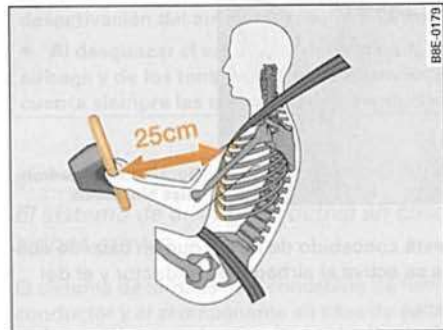

Fig. 176 Distancia de seguridad respecto al volante
- Es importante que el conductor y el acompañante guarden una distancia mínima de 25 cm con respecto al volante y al tablero de instrumentos, respectivamente $\Rightarrow$ fig. 176. Si no se mantiene la distancia mínima de seguridad, el sistema de airbags no puede cumplir con su función protectora. Además, existe el peligro de resultar herido al inflarse el airbag. Además, los asientos delanteros y los apoyacabezas deben estar siempre correctamente ajustados de acuerdo a la altura de los ocupantes.